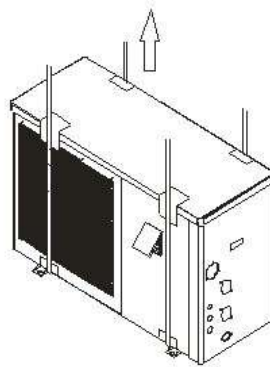

Figura 5 Diagrama de elevación
- Utilice cuatro o más correas de elevación suaves para mover los juegos (consulte la Figura 5).
- No manipule, mueva ni levante la unidad sujetando el tubo de entrada y salida de agua: utilice sólo los orificios de la viga de la base (ver Figura 5)